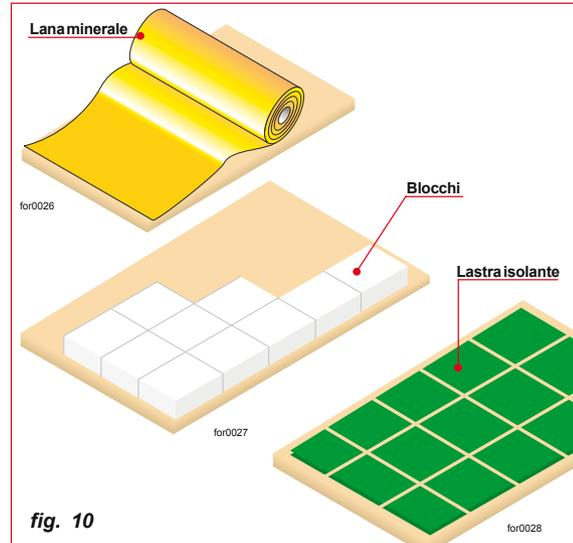

fig. 10
2) Per aumentare l'isolamento termico e quindi permettere al forno di mantenere la temperatura è necessario stendere sopra la base del materiale isolante (fig.10) come: